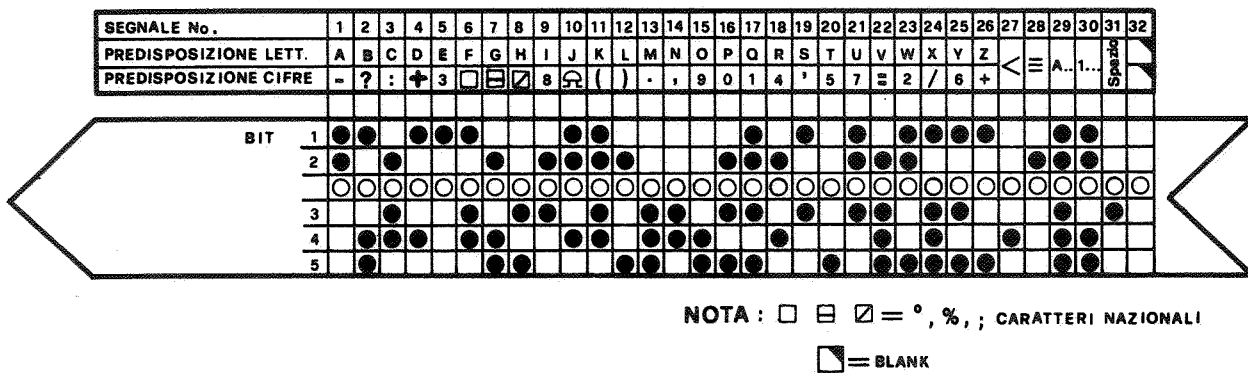

fig. 1.2. - Codice usato -
- . Codice impiegato - CCITT alfabeto n. 2 (fig. 1.2)